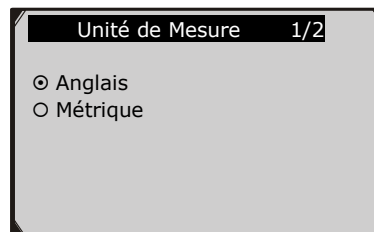

Figure 3.5
- 2) Depuis l'écran **Unité de mesure**, utilisez le bouton de navigation **HAUT/BAS** pour sélectionner l'unité de mesure désirée. (Figure 3.5)